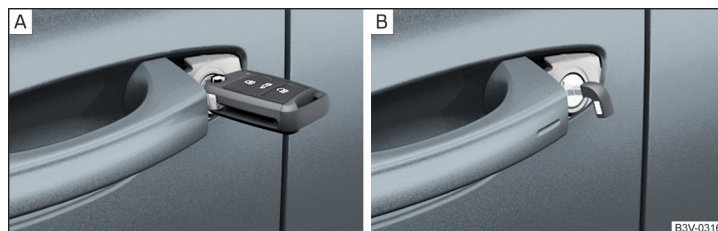

Fig. 247 Mânerul portierei șoferului: Cheia cu profil rabatabil / cheia de urgență KESSY
- La autovehiculele cu **volan pe stânga** introduceți cheia cu profil rabatabil cu **butoanele orientate în sus** » fig. 247 - **A** în butucul încuietorii și descuiați, respectiv încuiați autovehiculul.
- > La autovehiculele cu sistem **KESSEY** introduceți cheia de urgență cu mânerul orientat în jos » fig. 247 - **B** în butucul încuietorii și descuriați, respectiv încuiați autovehiculul.